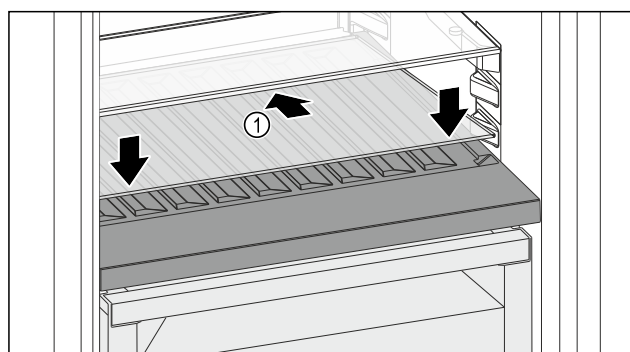

Fig. 182
- Ustawić płytę szklaną Fig. 182 (1) pod ukosem, nachyloną do tyłu w dół.
- Opuścić płytę szklaną Fig. 182 (1) z przodu.